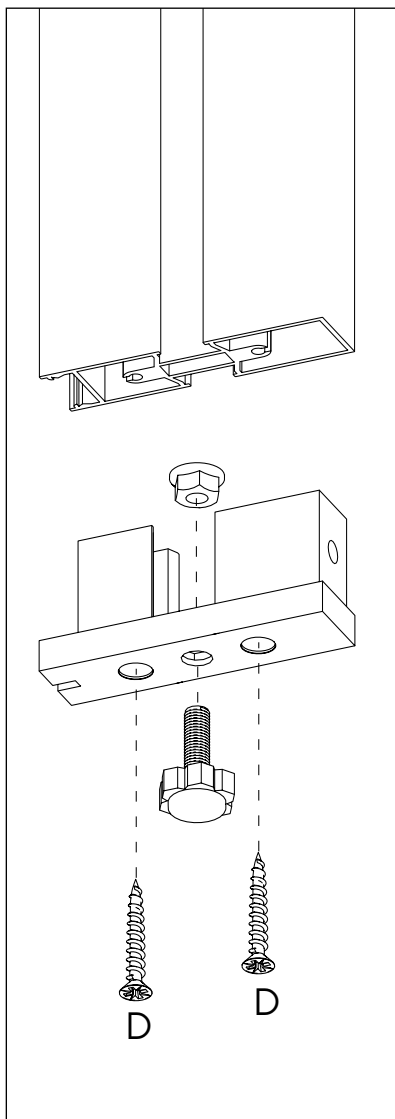

РИС. 2
Поместите гайку в посадочное место в торцевой опоры SPC-01. Вставьте торцевую опору SPC-01 в основной профиль SPC-08 и закрепите шурупами (D) 3x19 Рис. 2. Если регулировка не требуется, M6 опору можно не использовать. Опционально можно добавить LED подсветку в основной профиль SPC-08 Рис. 3